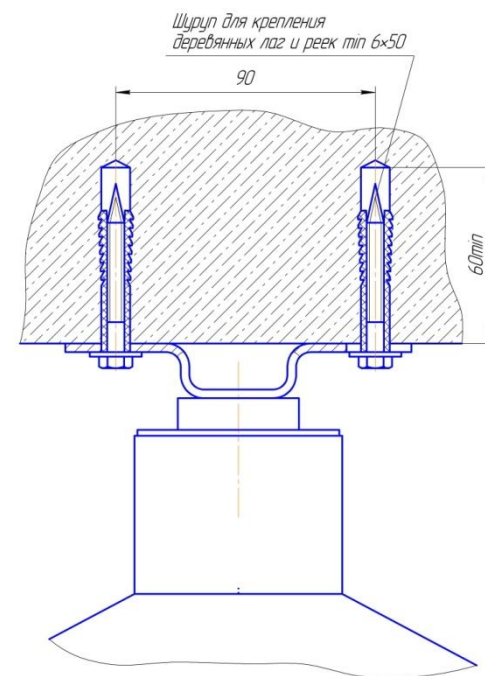

Рис.3.
6.2.1. МПП крепить к потолочному перекрытию (Рис.3) дюбелями диаметром 10 мм, саморезами или шурупами минимум 6*50 мм. При этом крепление МПП к потолочному перекрытию должно выдерживать статистическую нагрузку не менее 100 кг. в течение 5 минут.